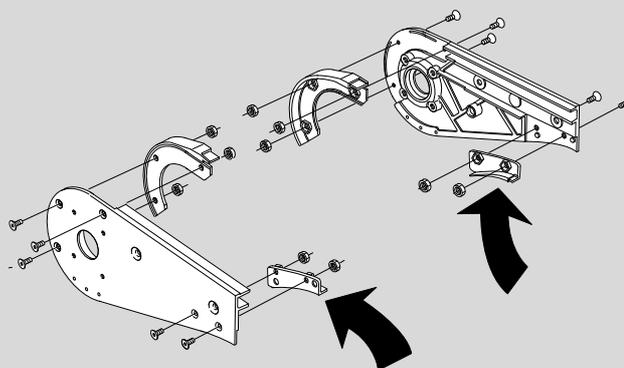

Figura 1. Guide della catena sostituibili
- Guide in plastica separate (Figura 1).